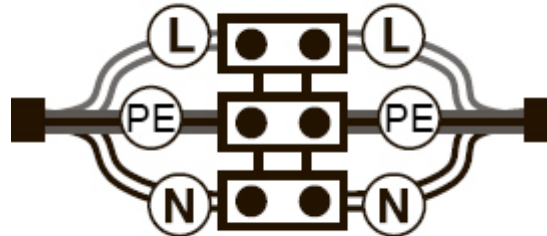

Рис. 1
6.3.2 Обесточьте сетевой кабель питания, убедитесь, что сечение подключаемых проводов не менее $0,75 \text{ мм}^2$. Подключите провод питания светильника к сетевому кабелю в соответствии с цветовой маркировкой на проводе L, N и PE. Обесточьте защиту электрического соединения от попадания влаги. Убедитесь в герметичности соединений и целостности кабеля (Рисунок 1).